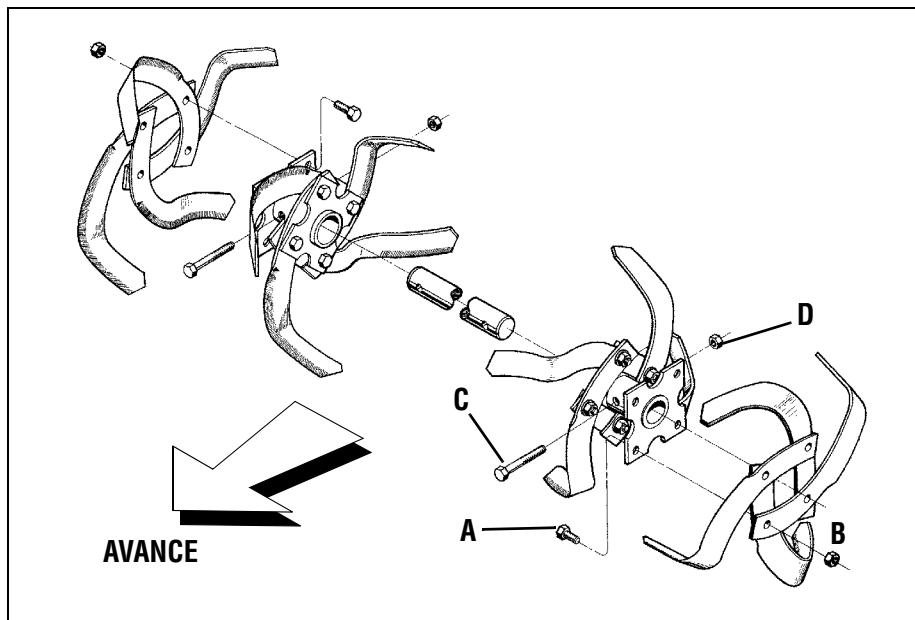

Figura 5-3: Instale los dientes de modo que el borde cortante de los dientes penetre el suelo
1. Con el motor apagado y el cable de la bujía desconectado, retire los dos tornillos (A, Figura 5-3) y las tuercas (B) que unen un solo diente al soporte de dientes. De ser necesario, use aceite penetrante en las tuercas.
2. Si retira los dos conjuntos de dientes, antes de hacerlo márquelos para identificarlos como "izquierdo" y "derecho". Quite el tornillo (C, Figura 5-3) y la tuerca de seguridad (D) que fija el conjunto de dientes al eje de los dientes. De ser necesario, use una maza de goma para golpear el conjunto de dientes y desplazarlo hacia afuera del eje.